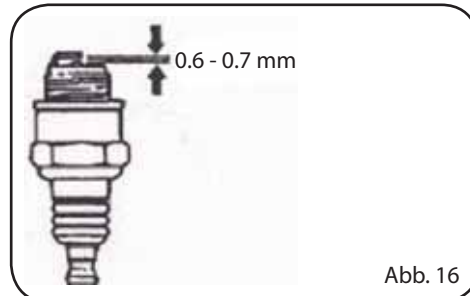

Abb. 16
3. Den freien Platz zwischen der Zündkerze mit einem Dickenmesser messen. Der Platz muss 0,6~0,7 mm betragen (Abb. 16). Falls notwendig einstellen. Dafür leicht die seitliche Elektrode verbiegen.